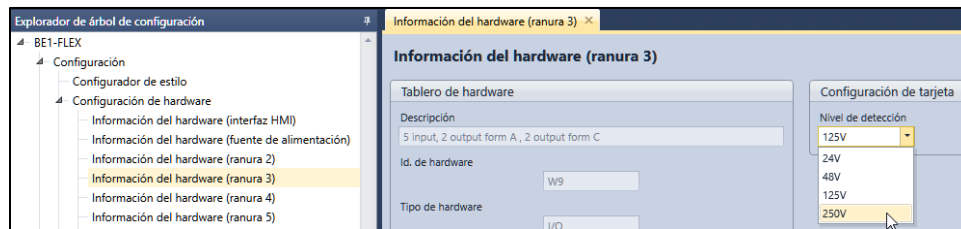

Figura 2-8. Pantalla de información de hardware (ranura)
- Paso 5: Omite este paso si no usa entradas de tensión CC de Detección de contacto húmedo. En el Explorador de ajustes, haga clic en ">" al lado de BE1-FLEX. Esto expande los submenús en el árbol. Haga clic en Configuración de hardware y seleccione Información de hardware para cada ranura con entradas húmedas de CC. Seleccione el nivel de detección adecuado en el menú desplegable Configuración de tarjeta. Consulte Figura 2-8.